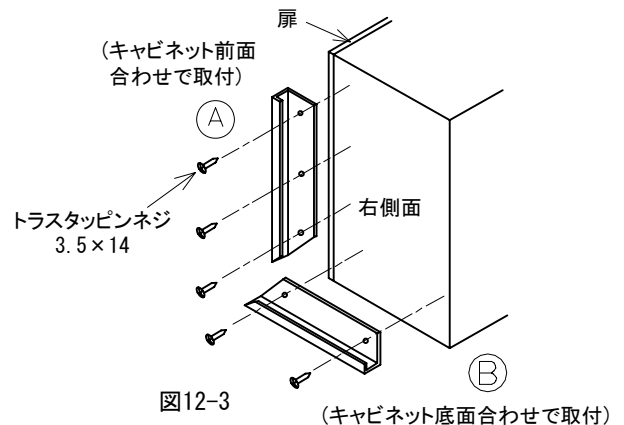

図12-3
- ③見切り部材をウォールキャビネットの右側面に所定のネジで固定してください。(図12-3)